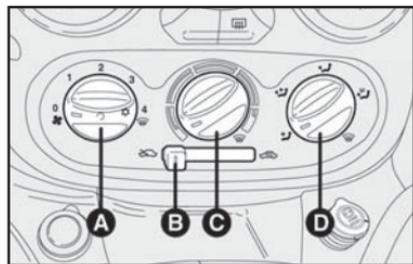

fig. 51
## COMANDOS - fig. 51
- 5) Ar-condicionado: pressionar o seletor A-fig. 51.